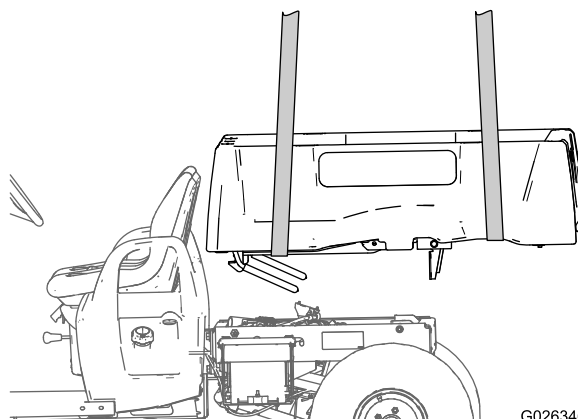

Рисунок 5
10. Поднимите грузовой кузов и снимите его с машины (Рисунок 5).
12. Поднимите грузовой кузов и снимите его с машины (Рисунок 5).